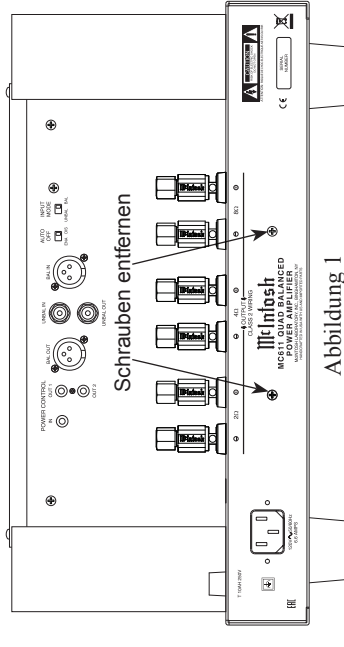

Abbildung 1
5. Entfernen Sie die beiden Schrauben an der Rückwand des MC611, indem Sie dazu ein geeignetes Werkzeug benutzen, und legen diese an einem sicheren Ort ab. Siehe Abbildung 1.